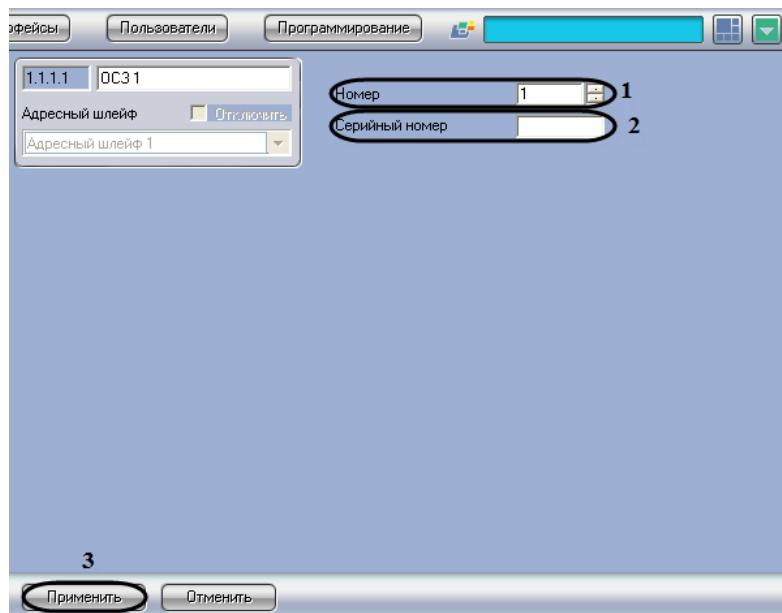

Рис. 3.5—8 Панель настроек объекта ОСЗ
2. В поле **Номер** необходимо с помощью кнопок **вверх-вниз** ввести номер в списке устройств (см. Рис. 3.5—8, 1).